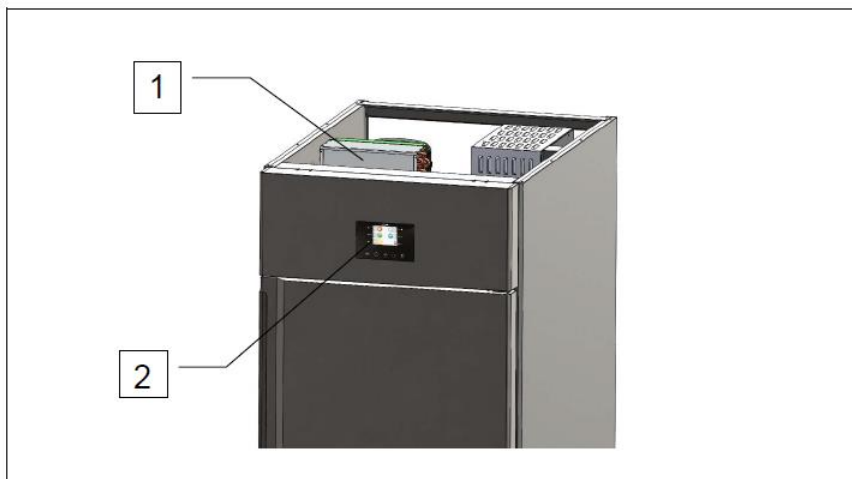

Fig. 3
- samodzielny agregat chłodniczy (poz. 1, rys. 3);
- panel sterowania (poz. 2, rys. 3)